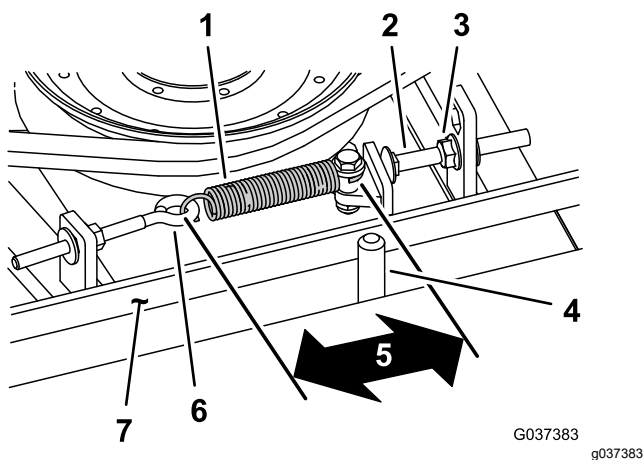

Figura 113
Cuando está correctamente tensado, la longitud en el interior del muelle de extensión (entre ganchos) debe ser de 8.3-9.5 cm ($3\frac{1}{4}$ "- $3\frac{3}{4}$ ") aproximadamente. Una vez que haya obtenido la tensión correcta del muelle, ajuste el perno de tope (perno de cuello cuadrado) hasta que quede aproximadamente 2-5 mm (0.065"-0.185") de holgura entre la cabeza del perno y el brazo tensor (Figura 113).
Nota: Asegúrese de que la correa está colocada en el lado del muelle de la guía de la correa (Figura 113).
2. Afloje el perno de ojal para poder retirar el muelle de extensión (Figura 113).
3. Afloje la tuerca con arandela prensada que fija el perno de tope a la pestaña de montaje, y aparte la polea tensora de la correa para aliviar la tensión de la correa (Figura 113).
9. Conecte el muelle de extensión (Figura 113) al perno de ojal y tense la correa de la siguiente manera: